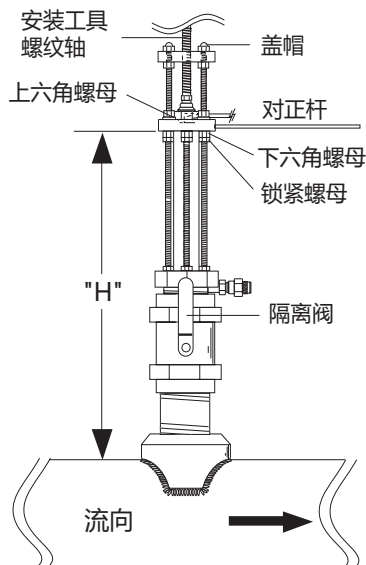

图12
- I.** 佩戴安全面部保护装置，慢慢打开隔离阀至完全打开位置。松开下六角和锁紧螺母并将其移至合适的“H”尺寸的位置。顺时针旋转安装工具轴，直到传感器法兰接触下六角和锁紧螺母。将上六角螺母向下拧，直到它们接触传感器法兰。拧紧上六角螺母以固定传感器。（图12）